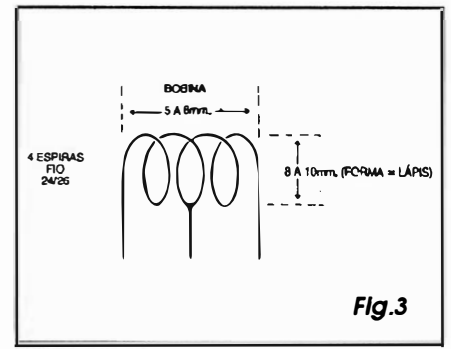

Fig. 3
- FIG. 3 - REALIZAÇÃO DA BOBINA L1 - Conforme mostra o diagrama, é fácil a realização da bobina L1 (componente *muito importante* no circuito...): consta de 4 espiras de fio de cobre esmaltado 24 ou 26 AWG, enroladas com um diâmetro interno de 0,8 a 1,0 cm. (usando um lápis comum, como forma provisória, dá certo...), dotada de uma tomada central (para conexão ao *rabicho* de saída do **GBTV**) e com suas espiras levemente *esticadas* ao final (depois de removida do lápis que serviu como forma provisória...), de modo que o comprimento final fique entre 0,5 e